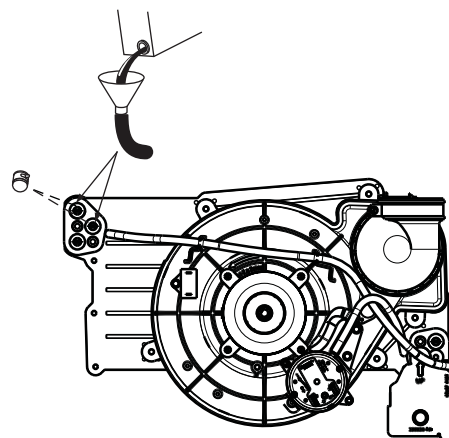

Fig. 58 - Amorçage du siphon de condensat
4. Retirez le bouchon du haut en caoutchouc inutilisé de l'orifice du boîtier du capteur à l'opposé du siphon de condensat. Consultez la Fig. 58.
9. Retirez le bouchon central en caoutchouc inutilisé de l'orifice du boîtier du capteur à l'opposé du siphon de condensat. Consultez la Fig. 58.